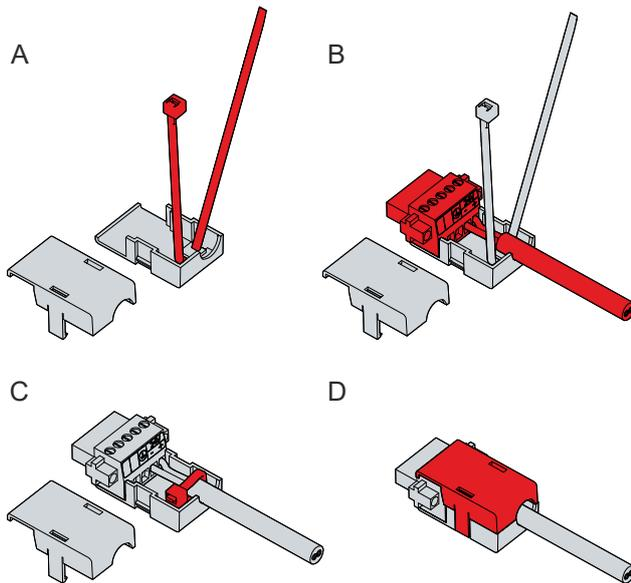

Abb. 14: CP6606\_Montage Zugentlastungsgehäuse
1. Biegen Sie mit den Fingern die Rastnasen am Unterteil leicht nach außen (siehe Abb. 14).